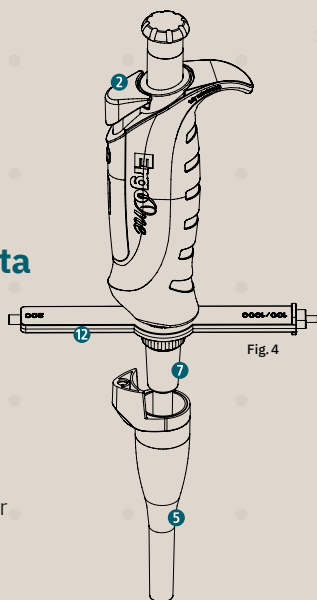

Fig. 4
- Presione completamente el botón de expulsión **2** y tire del casquillo de expulsión de puntas **5** hacia abajo (Fig. 4).